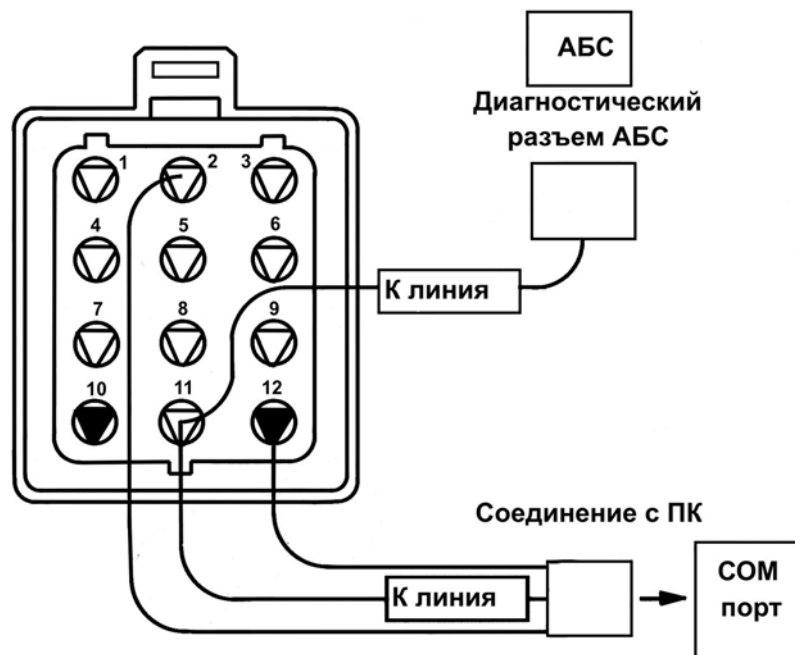
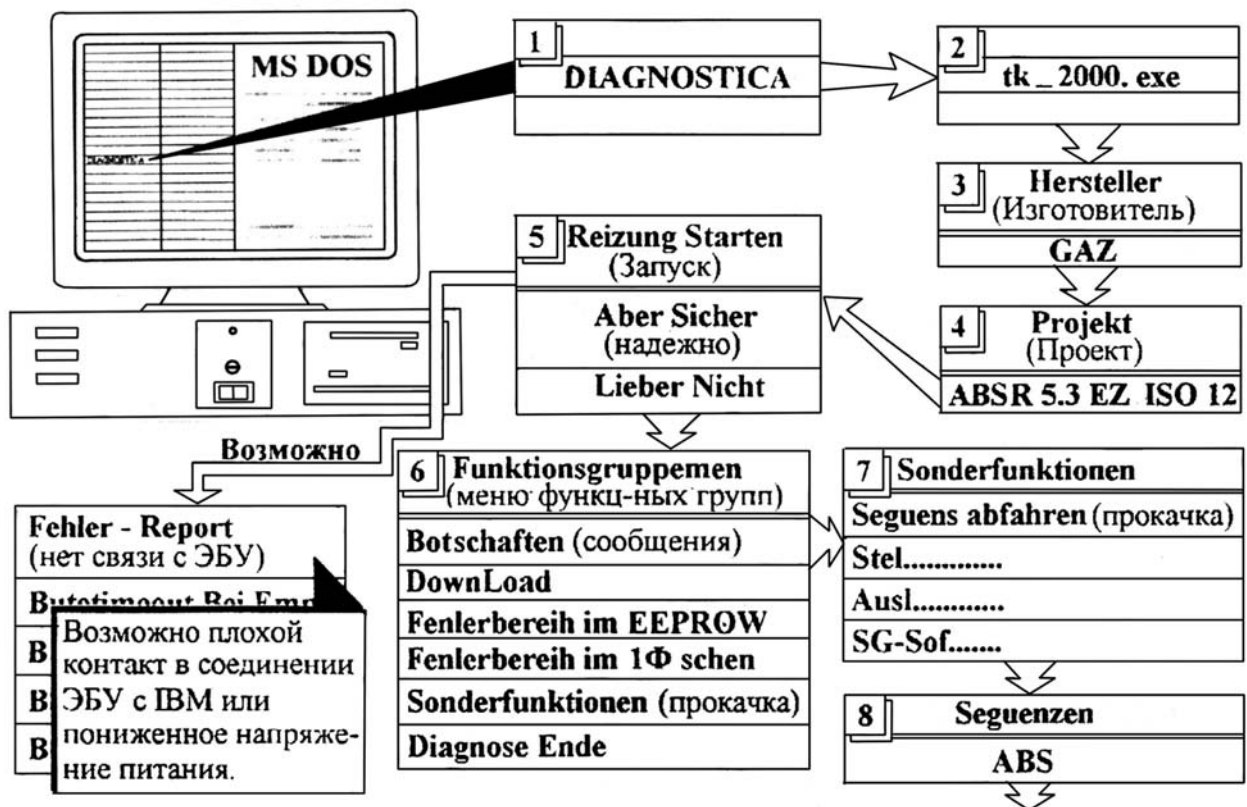

Рис. 8.3.2. Схема подключения компьютера к ЭБУ АБС
Рис. 8.3.6. Схема запуска диагностической программы
- подсоединить диагностический кабель к персональному компьютеру и к диагностическим колодкам системы управления двигателем и АБС (рис. 8.3.2, 8.3.3);
2. Подключить компьютер к ЭБУ АБС (см. рис. 8.3.2), включить зажигание и запустить диагностическую программу для прокачки гидропривода тормозов (см. схему запуска диагностической программы рис. 8.3.6).